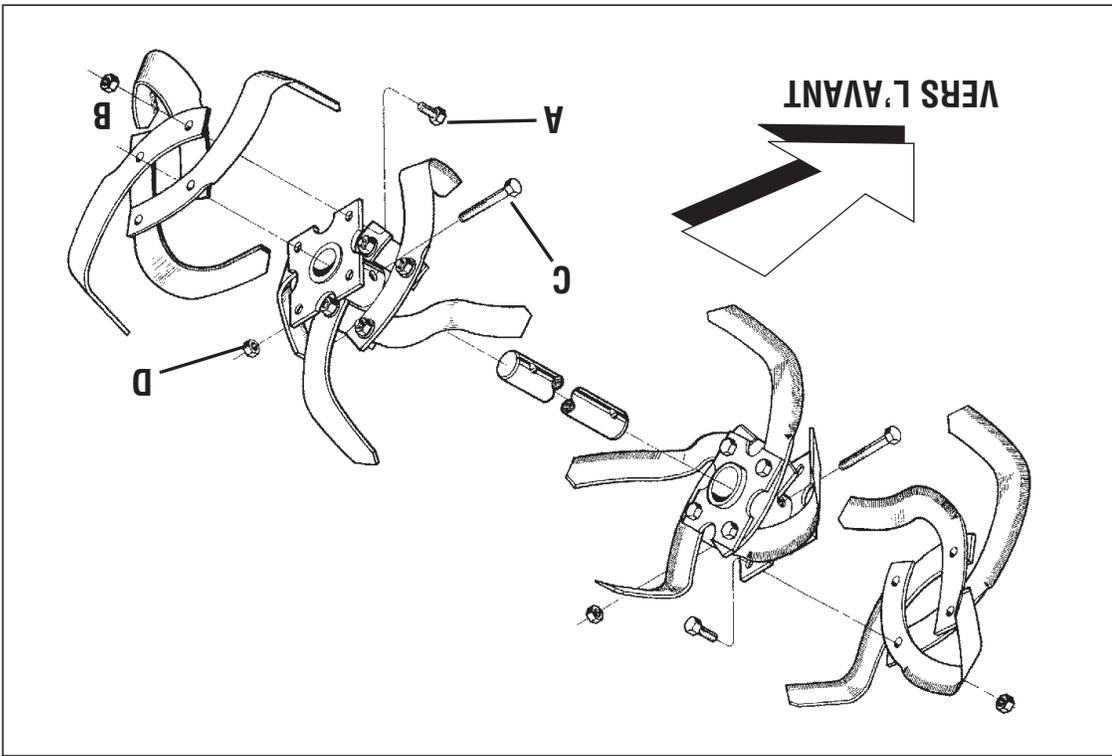

Figure 5-3: Installez les dents de façon que le tranchant pénètre dans la terre en premier quand le motoculteur se déplace vers l'avant.
1. Arrêtez le moteur et débranchez le fil de la bougie, puis enlevez les deux vis (A, Figure 5-3) et les deux écrous (B) qui retiennent la dent sur le support de montage. Au besoin, utilisez une huile pénétrante pour desserrer les écrous.